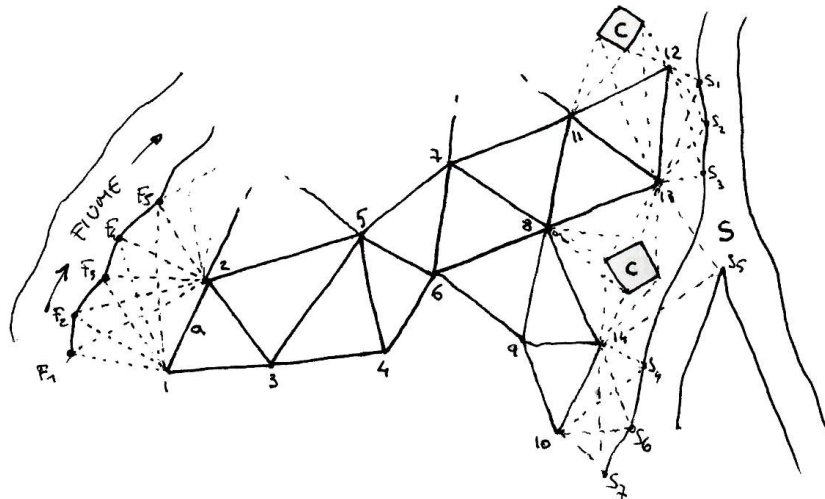

Fig.3b Esempio di rappresentazione grafica (schizzo) per mezzo della trilaterazione. (S=strada; C=case)
[Esempio: Si voglia rappresentare parte del tracciato di una strada, o di un fiume, e si voglia conoscere le relazioni di questo con un’altra parte del territorio come il centro di un paese (Fig. 3b), o la posizione di una futura vasca di decantazione. Basterà piantare due picchetti e costruirsi (e misurare accuratamente) una base (o più basi) in prossimità della strada (o del fiume) e misurare
dai vertici di questa base la distanza (cioè i cateti) di una serie di punti (che sono i vertici dei vari triangoli) opportunamente scelti lungo il bordo (o la mezzeria) della strada (o del fiume). Proseguendo per triangoli successivi (fig. 3b) in direzione del punto di cui si vuole conoscere la posizione relativa e riportando su carta il lavoro finito potremo visualizzare i rapporti reciproci (tra case, fiume, strada, ecc..fig.3b) e misurare direttamente con un righello (o matematicamente usando le varie soluzioni riportate in appendice) tutte le distanze che ci interessano.]
*Ricordarsi di fare uno schizzo realistico dei triangoli che si vanno costruendo perché vi servirà per la loro rappresentazione definitiva...cioè, piazzatevi al centro della base, faccia al nuovo vertice che state posizionando e **fate caso** (!!!) se è alla vostra destra (o sinistra) e/o se è prima, dopo, avanti, dietro (insomma 'ndò sta !) rispetto al resto dei vertici che avete, eventualmente, già posizionato. Dopodiché valutate ad occhio (avendo come riferimento la base che avete sotto i piedi) la distanza che vi separa e disegnate un triangolo proporzionato. Allo stesso modo disegnate, unendoli tra loro i vertici che rappresentano i manufatti (le case di fig.3b) oppure il bordo del fiume (F₁, F₂,...) o della strada (S₁, S₂,..).*
Si continua così, passando di vertice in vertice, fino alla rappresentazione di tutto il nostro rilievo (praticamente “la bella” di Fig.3b ma determinata attraverso misure angolari!).